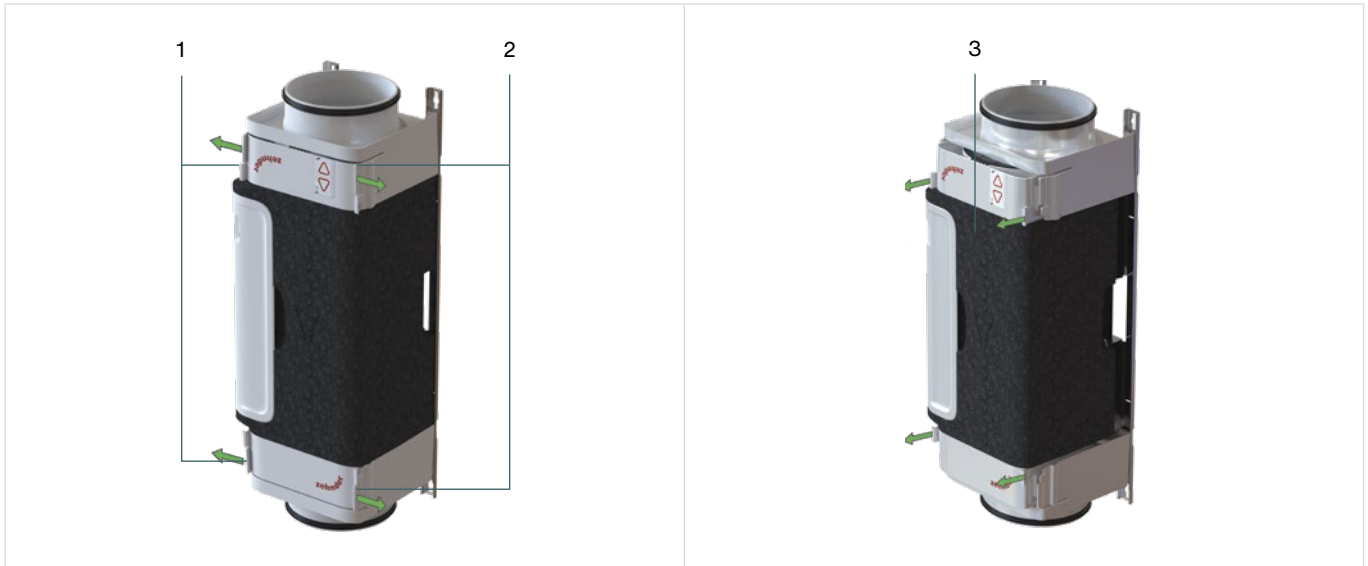

Fig. 5.2 - Estrazione del VM-interior dal VM-frame
1. Sbloccare le clip (Fig. 5.2, pos. 1 e 2) dal VM-interior.
2. Estrarre il VM-interior (Fig. 5.2, pos. 3) perpendicolarmente (ortogonalmente) dal VM-frame.
4. Controllare che tutte e quattro le clip (Fig. 5.2, pos. 1 e 2) siano fissate correttamente.